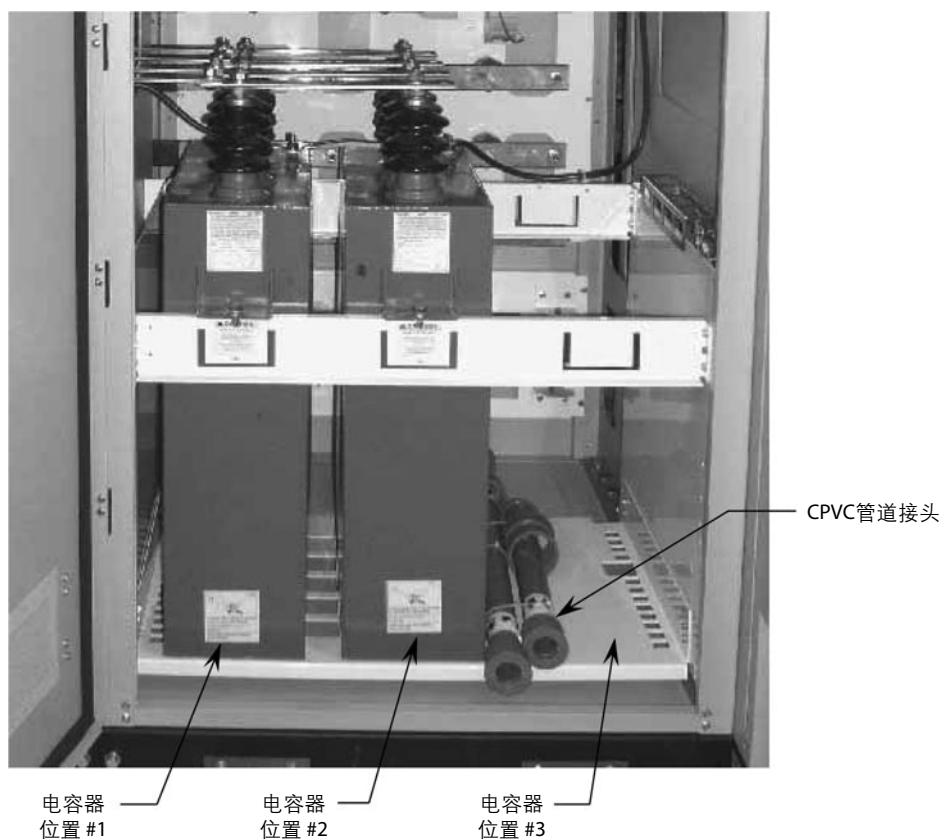

图 2.4 - 电容器柜
- 打开直流链路扼流圈柜(6 号柜)旁边的电容器柜(5 号柜)。请参阅图 2.4。